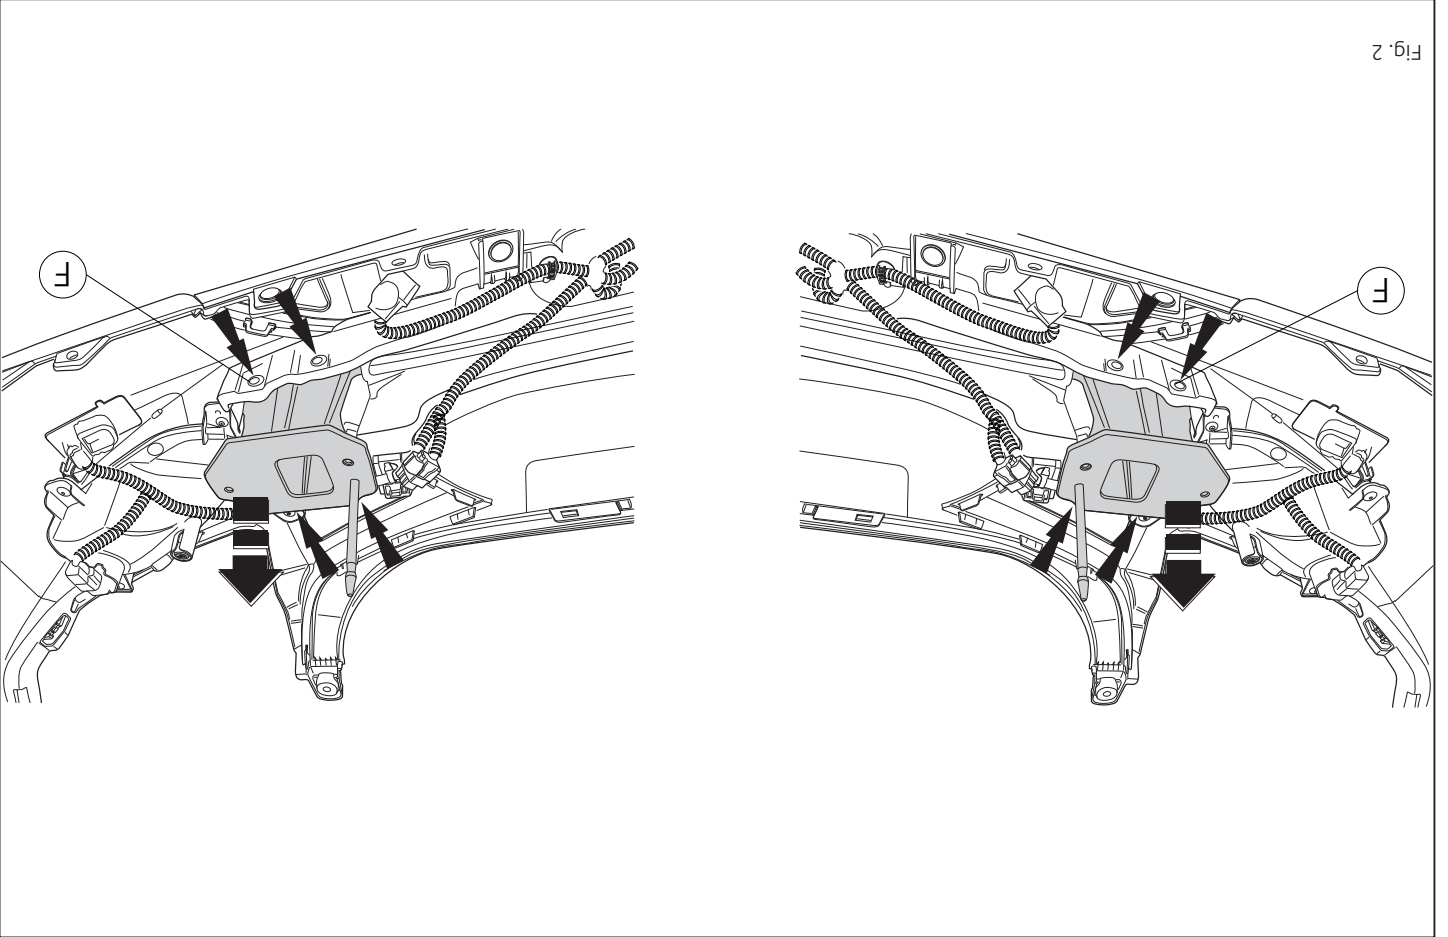

Fig. 2
3. Remove the parts indicated in figure 2.
3. Die in Abbildung 2 angegebenen Teile abmontieren.
3. Снять детали, указанные в рис. 2.